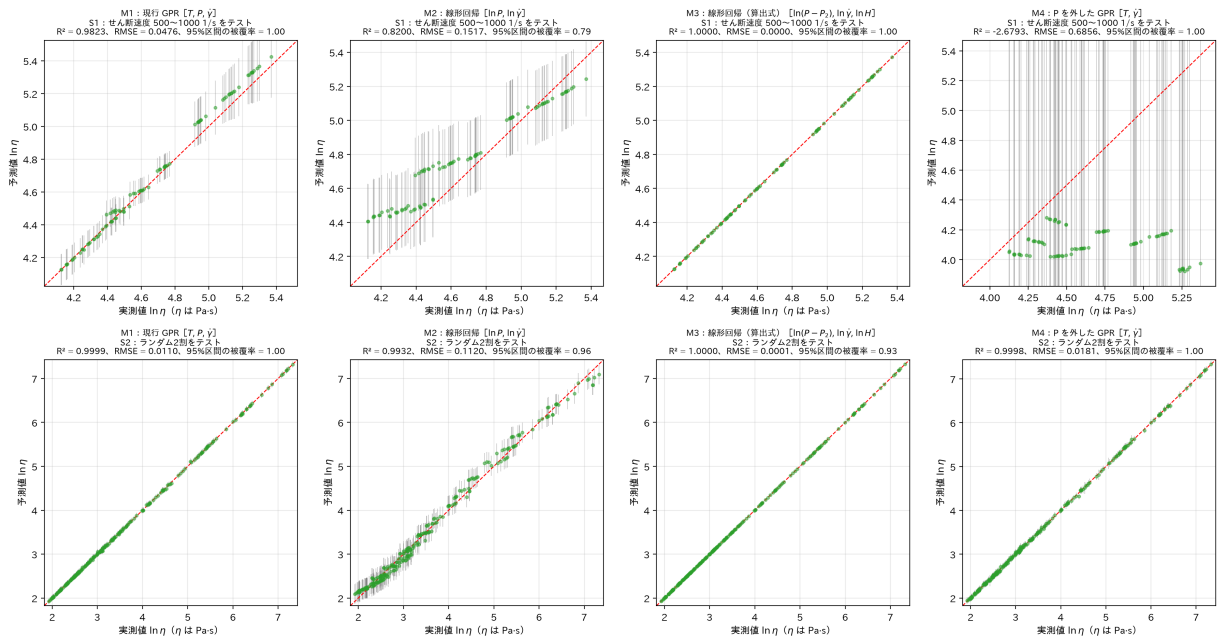

図2 テストデータでのパリティ図 (上段 S1、下段 S2。列は M1~M4)
4.2 図2：パリティ図
▷ファイル: results/step2/fig2_parity_ln_eta.png
▷見方：図2と同じです。M1・M4はMCMCの混合予測分布で予測し、M2・M3は手順2と同じ線形回帰です。各パネルのタイトルに、MCMCの本番の回数を示しました。
1. **リーク**：粘度は $P \cdot \dot{\gamma} \cdot \text{厚み}$ から計算されています（図 1）。 P を入力にした現行モデルの高い精度は、この計算式を覚えたことによるものです。 P を外すと、S1 ではまったく予測できません（図 2、 $R^2 = -2.68$ ）。